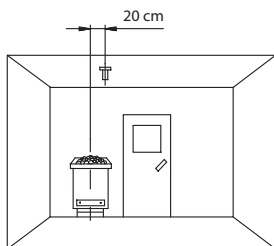

Рис. 7
1. Датчик печи устанавливается в парилках размером до 2 x 2 м в соответствии с Рис. 7 и 8, в парилках большего размера – согласно Рис. 7 и 9.